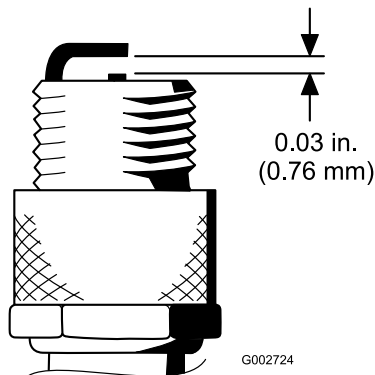

Рисунок 43
4. Воздушный зазор между центральным и боковым электродами должен быть выставлен равным 0,76 мм (Рисунок 43).